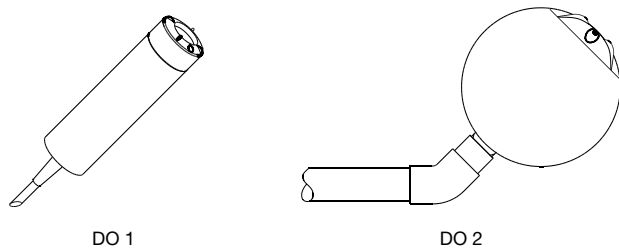

Fig. 13: Posición de los sensores DO durante la inicialización
- Mantener el sensor hacia arriba (como en la fig. 13) – emite señal 4 mA (= 0 ppm) después de unos segundos. Después de 2 min. el sensor está inicializado.